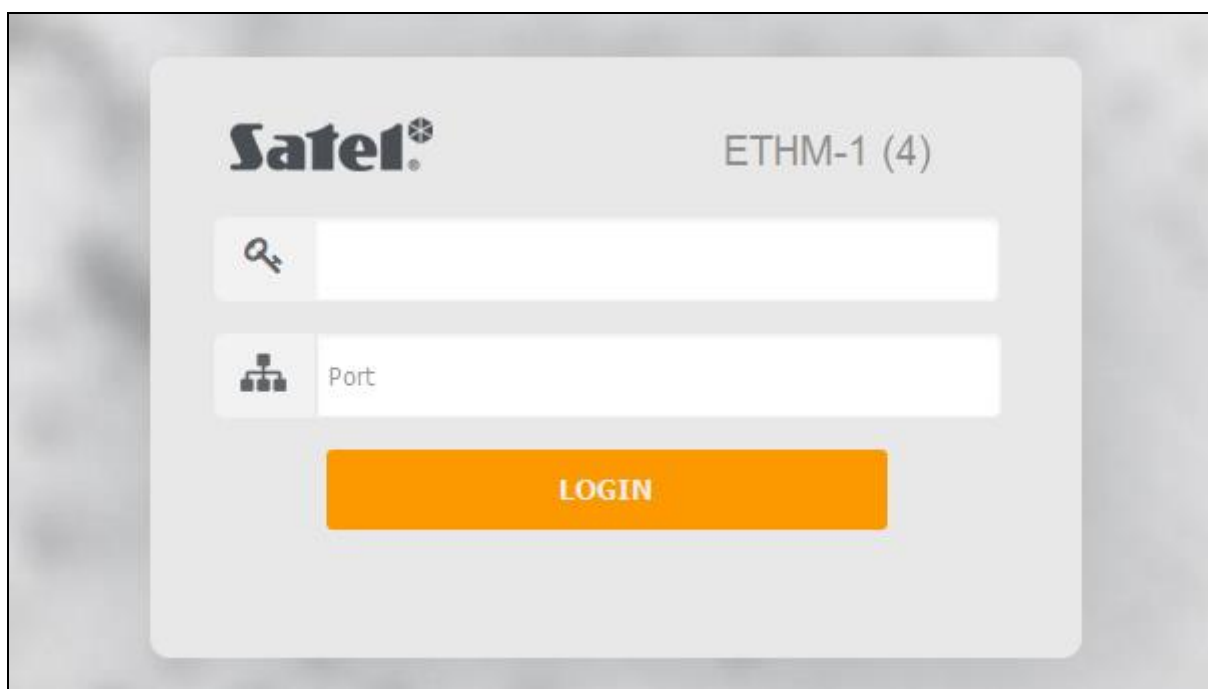

Fig. 19. Navigateur web : page de connexion.
3. Entrer des informations suivantes dans les champs correspondants sur la page de connexion (fig. 19) qui apparaîtra dans le navigateur :